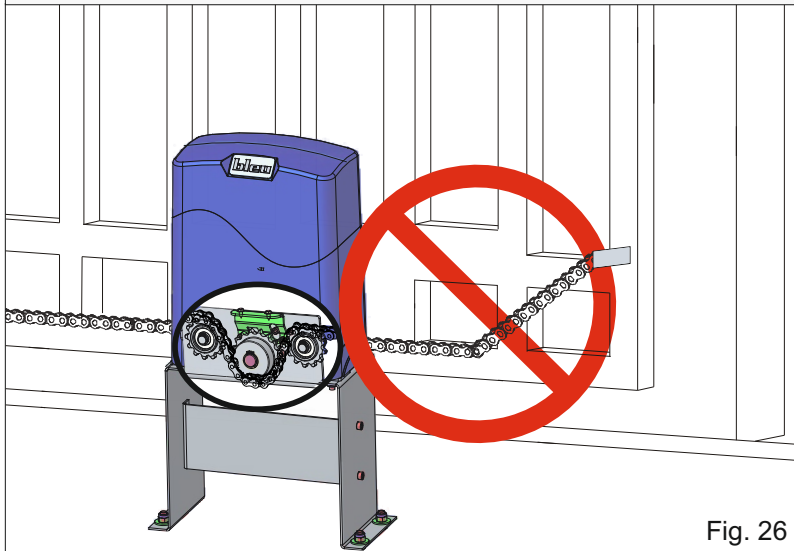
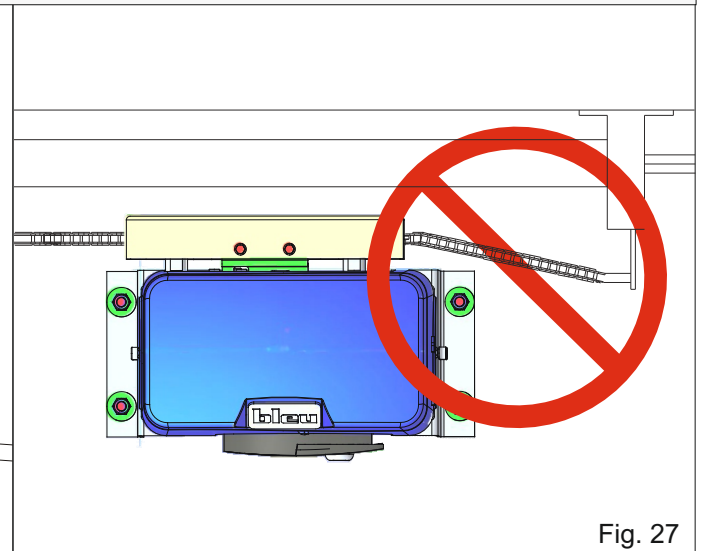

Fig. 26
Fig. 27
- ⚠ LA CADENA DEBE ESTAR INSTALADA EN POSICIÓN HORIZONTAL Y PERFECTAMENTE ALINEADA PARA EVITAR EL DESCARRILAMIENTO DEL UNIDAD PIÑÓN (Fig. 26 y Fig. 27)